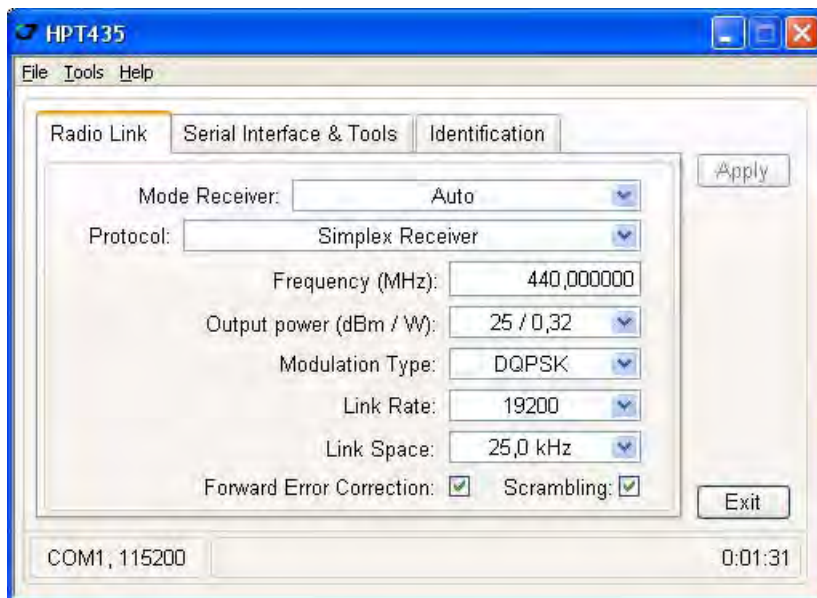

Рисунок 3-12. HPT435 закладка Radio Link
1. В закладке *Radio Link* установите следующие параметры (Табл. 1 на стр. 43) и нажмите *Apply* (Рис. 3-12):